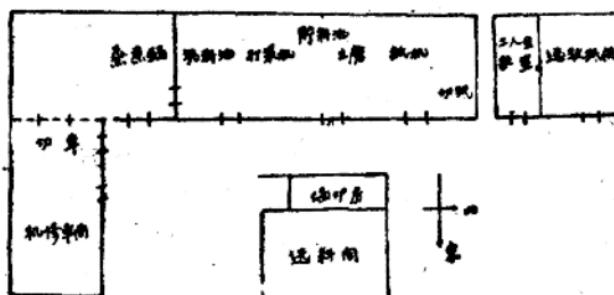

图1 厂址布置图
(6) 由于我厂采用了紙邊作原料，及校址所具有的許多有利条件，在建厂方面是有很多方便的。厂址的布置如图1。